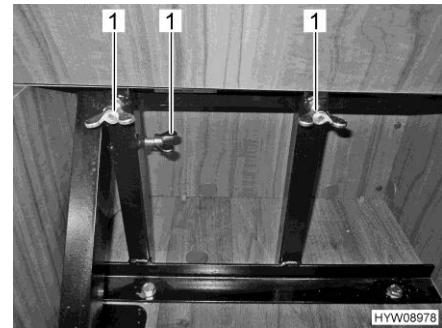

Fig. 28 Fissare il sedile installabile mediante dadi ad alette
- Fissare il sedile installabile mediante dadi ad alette (Fig. 28,1).